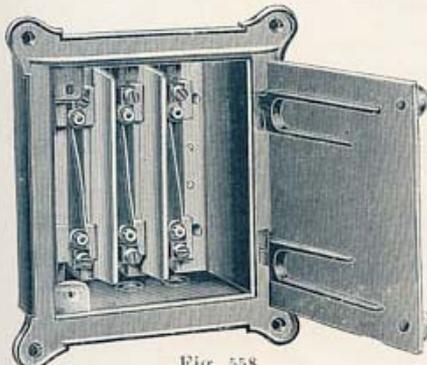

Fig. 558
**COUPE-CIRCUITS 7bis C (fig. 558)** (Fuses non comprises, voir page 119)